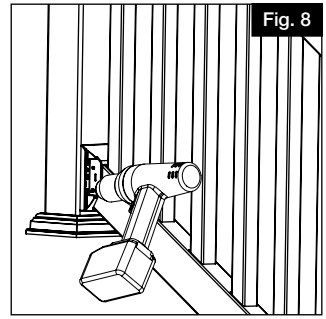

Fig. 8
- Asegúrese de que el soporte esté centrado en el poste. A continuación, con una broca de $\frac{1}{8}$ " , taladre el primer agujero para el tornillo del soporte inferior a través del agujero del soporte y el poste (utilice los cuatro agujeros de las esquinas exteriores) (Fig. 8).